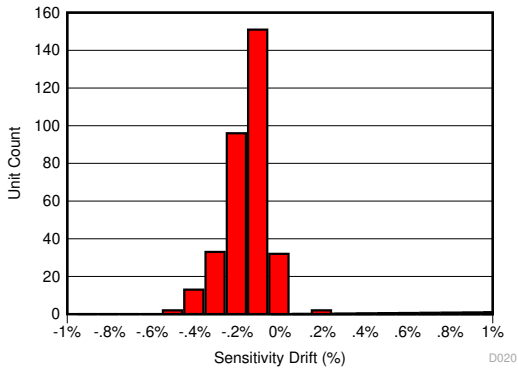
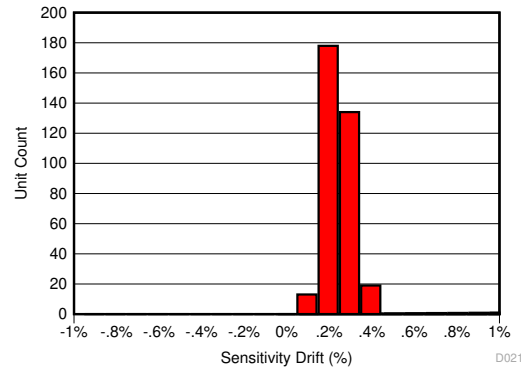
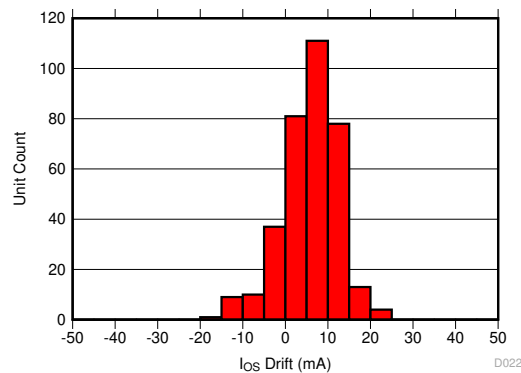

图 8-4. 130°C、85% RH HAST 后的灵敏度误差
图 8-5. AEC-Q100 高温工作寿命应力测试后的灵敏度误差漂移
图 8-6. AEC-Q100 高温工作寿命应力测试后的以输入为基准的失调漂移
TMCS1100 中用于降低温度漂移的相同补偿技术也大大降低了老化、应力和环境条件导致的寿命漂移。由于高工作温度下的老化现象，典型的磁传感器会遭受高达 2% 至 3% 的灵敏度漂移。TMCS1100 极大地改善了寿命漂移，电气特性 表针对在第三批 AEC-Q100 认证期间在最坏情况应力测试后测量的总灵敏度误差进行了阐述。AEC-Q100 认证规定的所有其他应力测试产生的灵敏度误差低于指定的值，处于电气特性表中指定的范围内。图 8-4 显示了在进行最坏情况应力测试（即 130°C 和 85% 相对湿度 (RH) 条件下的高加速应力测试 (HAST)）后的总灵敏度误差，而图 8-5 和图 8-6 显示了在进行 AEC-Q100 规定的 1000 小时、125°C 高温工作寿命应力测试后的灵敏度和失调电压误差漂移。该测试模拟了典型的器件寿命操作，表明与典型的磁传感器相比，老化导致的可能的器件性能变化得到了极大的改善。